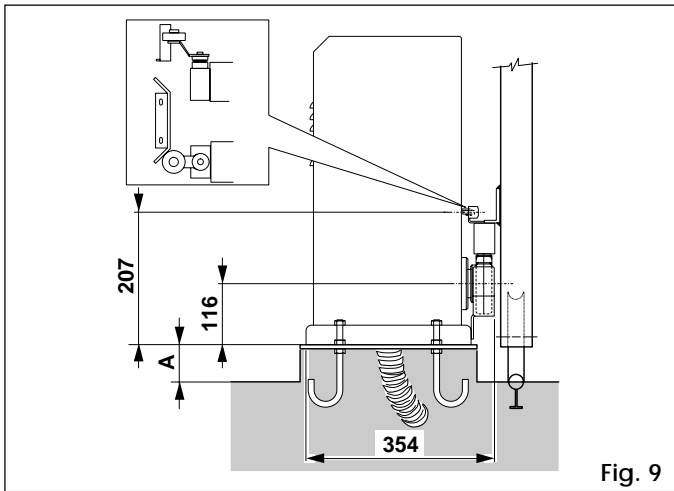

Fig. 9
N.B.: se aconseja colocar la placa ligeramente realizada con respecto al nivel del suelo (fig. 9 ref. A).